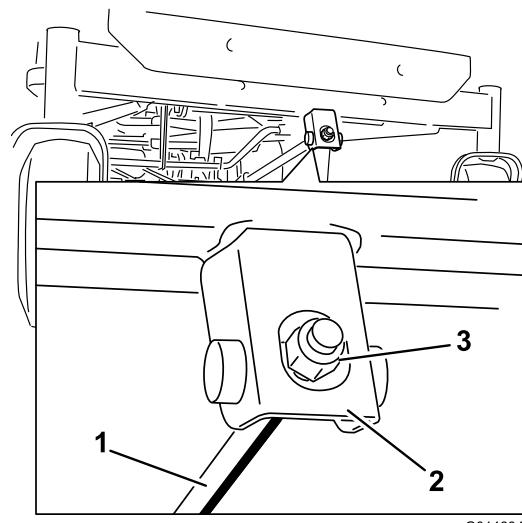

Bild 66
6. Drehen Sie für das Einstellen der Schnittmesserneigung in Längsrichtung die Einstellmutter vorne am Mähwerk (Bild 66).